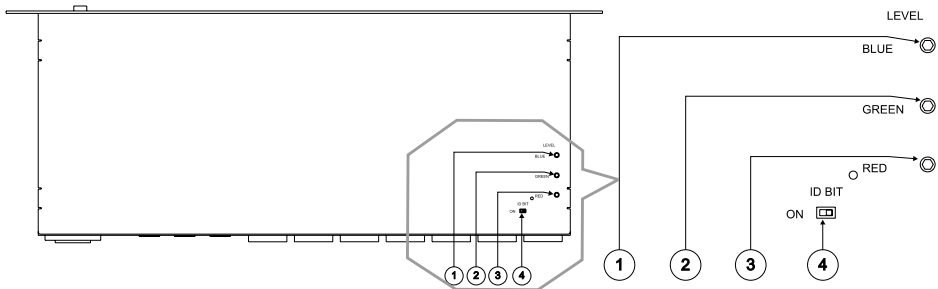

Рис. 2. Нижняя часть корпуса VP-12N
- в нижней части корпуса (рис. 2 и табл. 2).